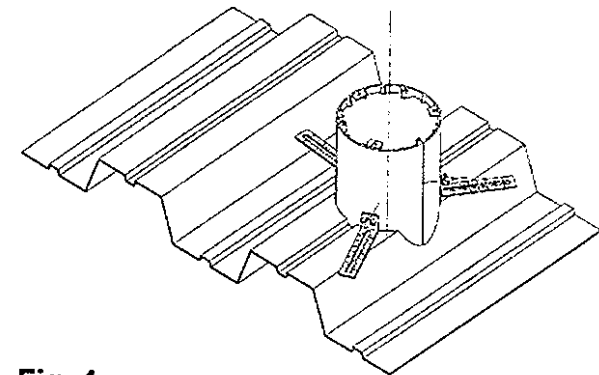

Fig. 4
Assemble brackets (ad) as required as shown in figures 4 and 5. Brackets are marked to assist assembly. Turn hexagonal head screws (ae) horizontally to support the disc (at). Insert discs (at) at top, center and bottom. Bend brackets (af) for center and bottom positions to fit inside the assembled tube segments.
2. Install assembly into cut hole, see Fig.4. Check that the assembly is installed plumb to the deck. Attach to deck with sheet metal screws (not supplied).
Assembler les supports (ad) au besoin conformément aux figures 4 et 5. Les supports comportent des repères pour faciliter l'assemblage. Tourner les vis hexagonales (ae) horizontalement pour soutenir le disque (at). Insérer les disques (at) en haut, au centre et en bas. Au centre et en bas, plier les supports (af) afin qu'ils s'adaptent à l'intérieur des sections de tube.
2. Monter l'ensemble dans l'ouverture ainsi ménagée, consulter la Fig. 4. S'assurer que l'ensemble est de niveau avec le plancher. Fixer au plancher avec des vis à tôle (non fournies).